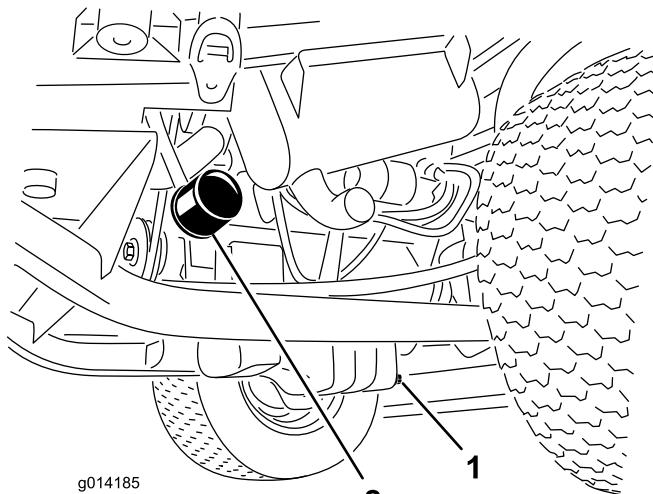

Figura 36
- Retire el tapón de vaciado (Figura 36) y deje fluir el aceite a un recipiente apropiado.
- Retire el filtro de aceite (Figura 36).